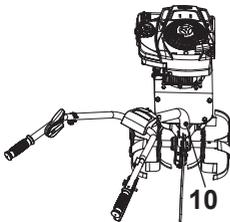

Fig. 14
- Ajuste la parte inferior del manillar (10) a un ángulo adecuado (fig. 14, 15, 16).
- Empuje la parte inferior del manillar (10) hacia adentro y asegúrese de que los dos pasadores (10e) encajan en su posición (fig. 14, 15, 16).
- Después apriete las dos tuercas (24b) del soporte del manillar (24) usando dos llaves adecuadas.